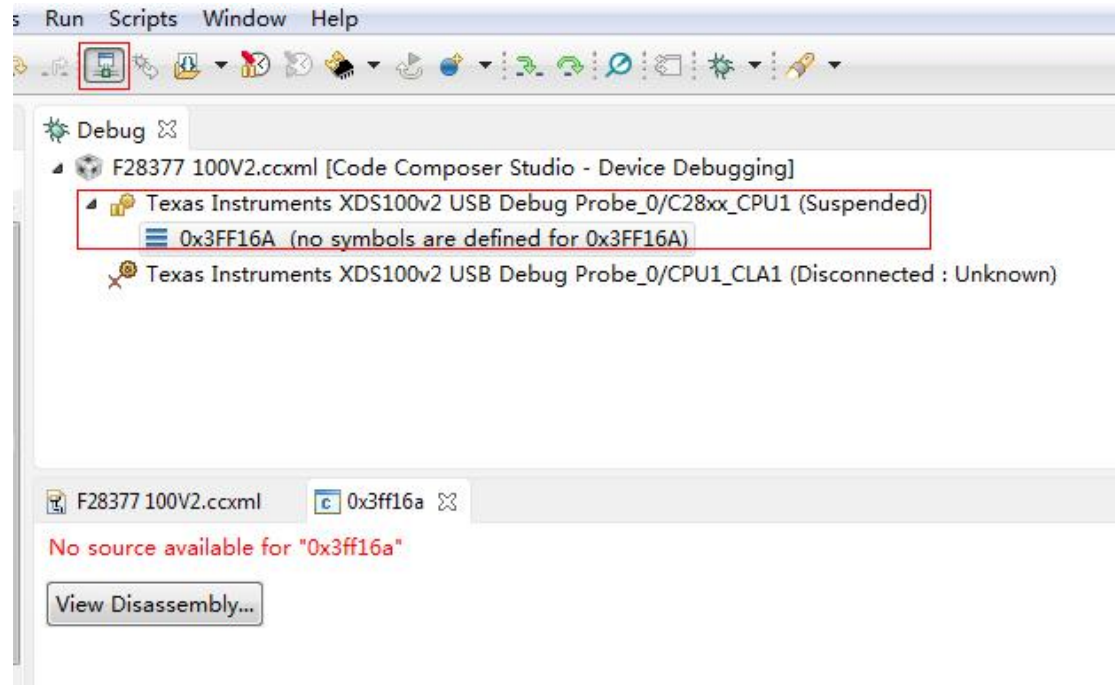

图 3-14-1 连接界面
(3) 连接目标板，出现如下图 3-14-1 则表示连接成功；